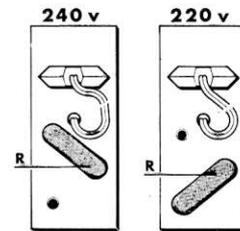

Fig. 5
Ce téléviseur est conçu pour être alimenté uniquement par une tension de 220 à 240 V - 50 Hz. Placer le répartiteur (R) sur la position qui correspond à la tension du réseau d'alimentation (fig. 5).